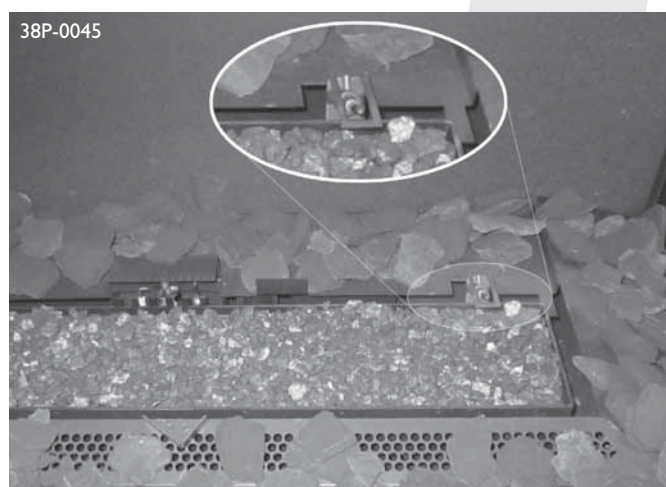

fig. 10a
- Laat thermokoppel 2 en de ruimte er omheen vrij (zie Fig. 10a).